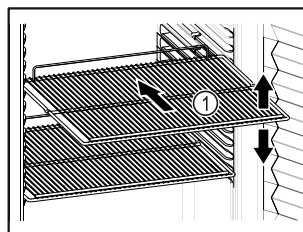

Fig. 61 Voorbeeld
- ❑ Indien de legroosters Fig. 61 (1) verplaatsbaar zijn, deze aan de hoogte aanpassen.